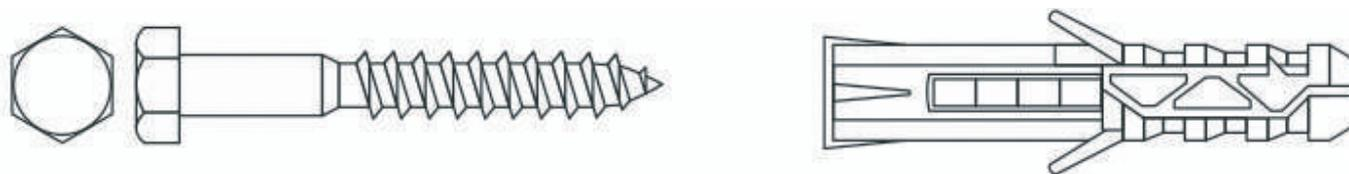

Рисунок 7.4.1 – Шуруп с шестигранной головкой «Глухарь» с дюбелем.
- 3 Сверление производить сверлом диаметром 16 мм. В отверстия установить распорные дюбели диаметром 16 мм и длиной 80 – 120 мм (рис. 7.4.1).